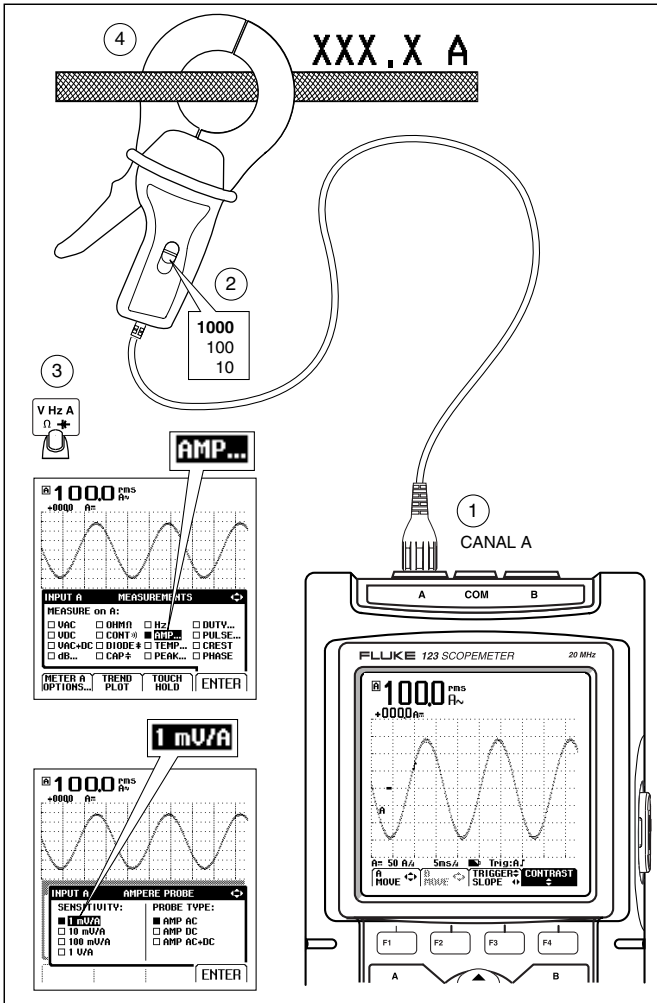

Figura 3. Ajustes del osciloscopio
1. Pulse  (mostrado en la figura 3).
Los ajustes de la sonda de corriente y un osciloscopio ScopeMeter se muestran en la figura 3.